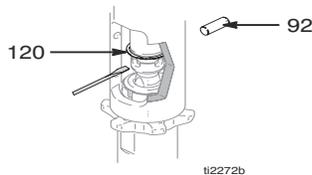
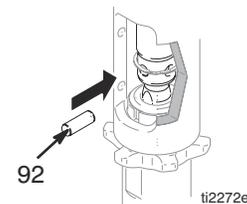

FIG. 8
FIG. 11
2. Fig. 8. Empuje hacia arriba el muelle de retención; saque el pasador (92).
2. Fig. 11. Tire lentamente de la cuerda de arranque hasta que el orificio del pasador de la bomba esté alineado con el orificio de la varilla hidráulica. Fig. 8. Empuje el pasador (92) en el orificio. Introduzca los muelles de retención (120) en la ranura.